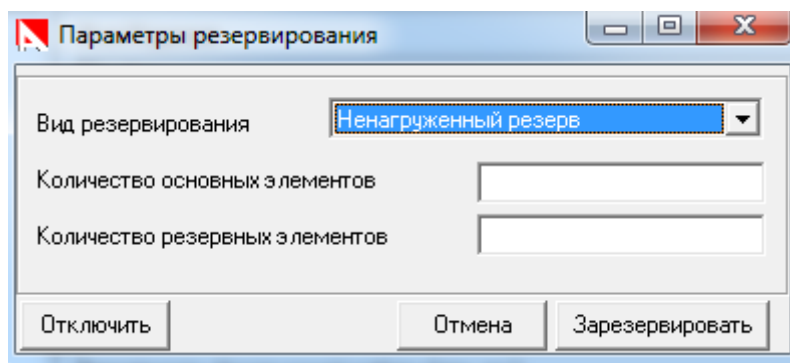

Рис. 3.38. Ввод параметров резервирования
- В появившемся окне «Параметры резервирования» (см. рис. 3.38), введите параметры резервирования: